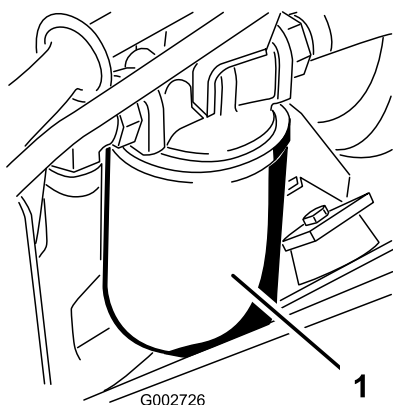

**Bild 41**
2. Lösen Sie die zwei Schrauben, mit denen die mittlere Haube an der Maschine befestigt ist, und nehmen Sie die Haube ab (Bild 41).